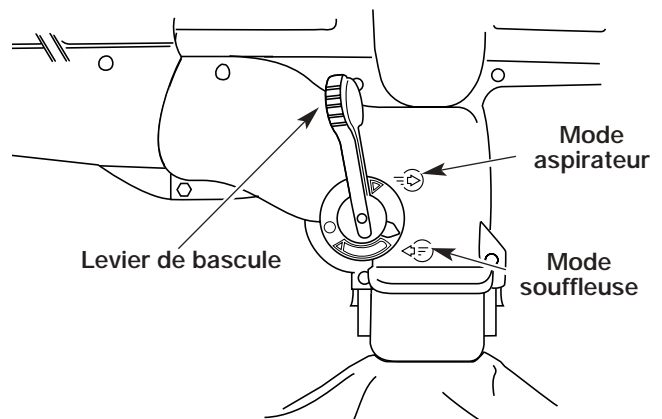

Fig. 13
2. Relevez le levier de bascule des modes souffleuse/aspirateur (mode souffleuse) (Fig. 13).